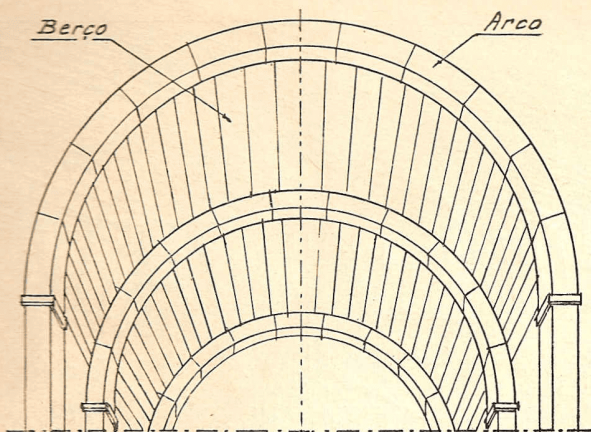

Fig. 37 — ABÓBADA DE BERÇO
Abóbada de berço (fig. 37) — Esta abóbada, também designada *cilíndrica*, é de todas a mais simples, pois é constituída por arcos de volta perfeita (1). A sua construção pode ser enviésada e montante, como acontece com os arcos.